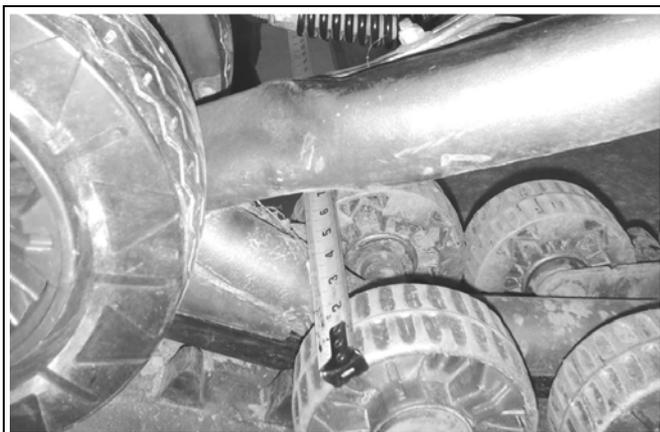
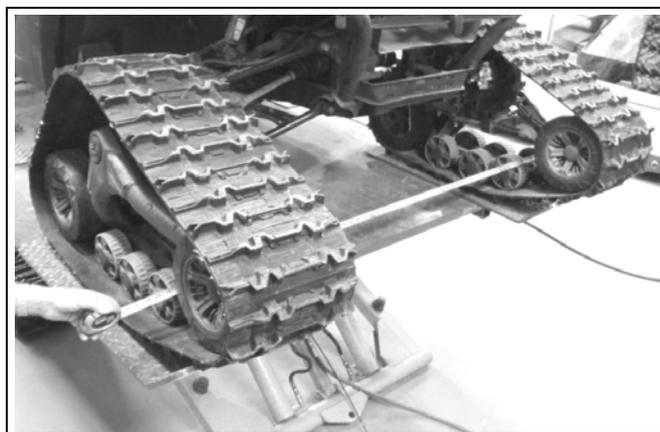

Figure 18 ( Distance entre les roues de plastique avant)
Figure 19 ( Distance entre les roues de plastique avant)
**Mesure A:** Mesurer la distance entre les roues de plastique extérieures de l'essieu le plus à l'avant des systèmes de chenille avant. Voir les Figure 18 et la Figure 19.